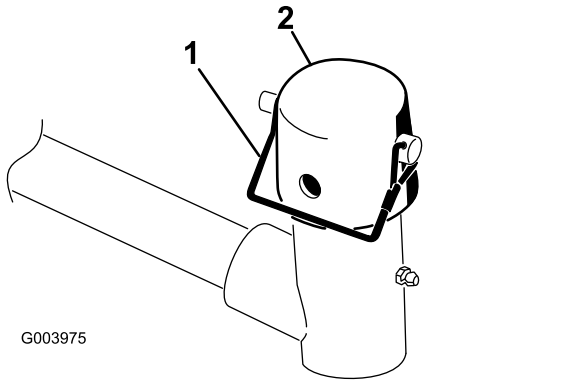

Bild 10
7. Nehmen Sie den Einraststift und die Kappe vom Gelenkjoch des Hubarms ab (**Bild 10**).
11. Befestigen Sie die Kappe und den Trägerschaft mit dem Einraststift am Hubarmjoch. Verwenden Sie den Schlitz, wenn Sie die Schneideinheit lenken möchten, oder das Loch, wenn Sie die Schneideinheit arretieren möchten (**Bild 10**).